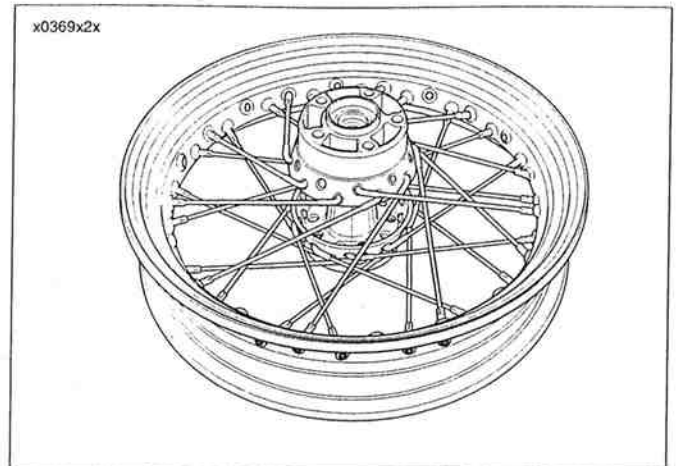

Figura 2-28.
8. Vea la Figura 2-28. Inserte cualquier rayo de la fila superior dentro del cubo en ángulo hacia la izquierda. Coloque el rayo dentro del agujero del aro correspondiente.